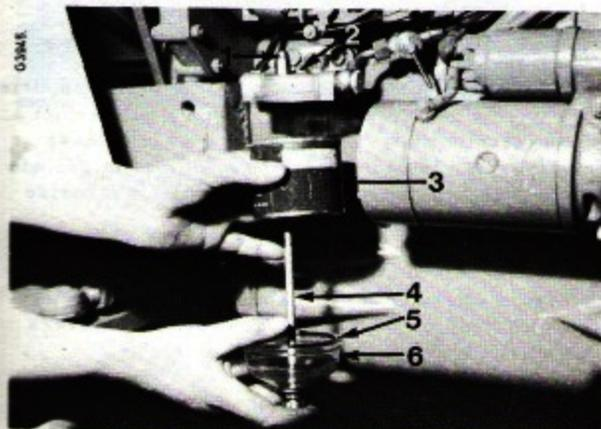
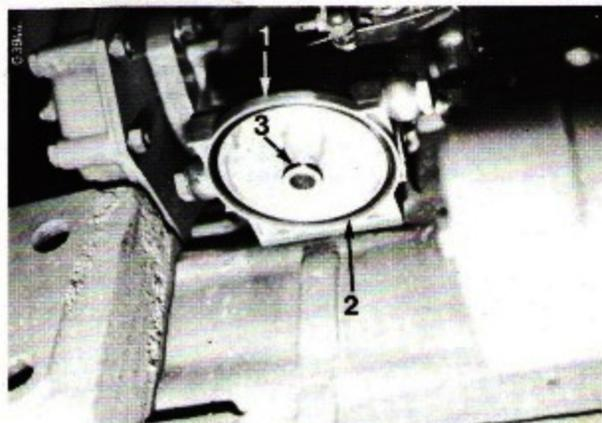

Fig. 63
Fig. 64
Fermez le robinet d'arrêt de combustible (12), desserrez le boulon de fixation (3) et retirez l'élément Fig. 63.
Retirez le joint (2) Fig. 64 et jetez-le. Vérifiez le joint (3) et jetez-le si cela s'avère nécessaire.
NOTE: L'élément (3), le joint (5) Fig. 63 et (2) Fig. 64 doivent toujours être remplacés en même temps. Ils sont d'ailleurs livrés ensemble.
Placez un nouveau joint (2) Fig. 64 dans l'embase du filtre. Placez un nouvel élément de filtre comme l'indique la Fig. 63 en veillant à ce que le joint (5) porte correctement. Resserrez à la main le boulon de fixation (4) (couple de serrage maximum: 0,8 m/kg.)